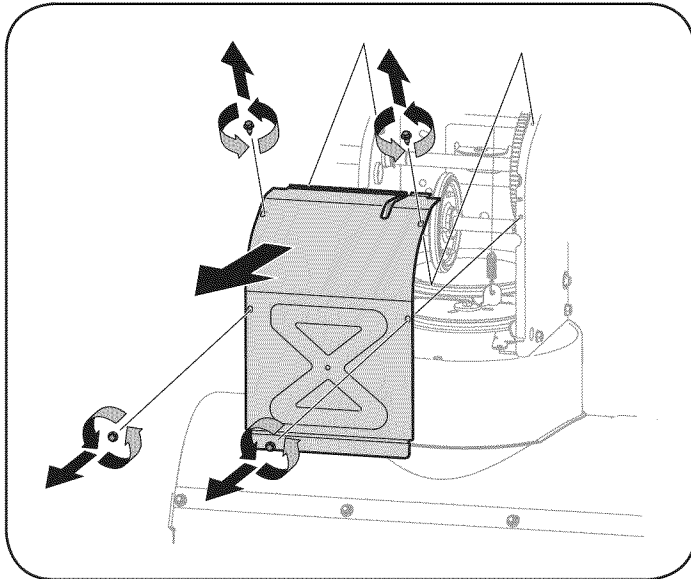

Figura 27
6. Saque la cubierta del marco desde debajo de la máquina quitanieve retirando los cuatro tornillos autorroscantes que la aseguran. Vea la Figura 27.